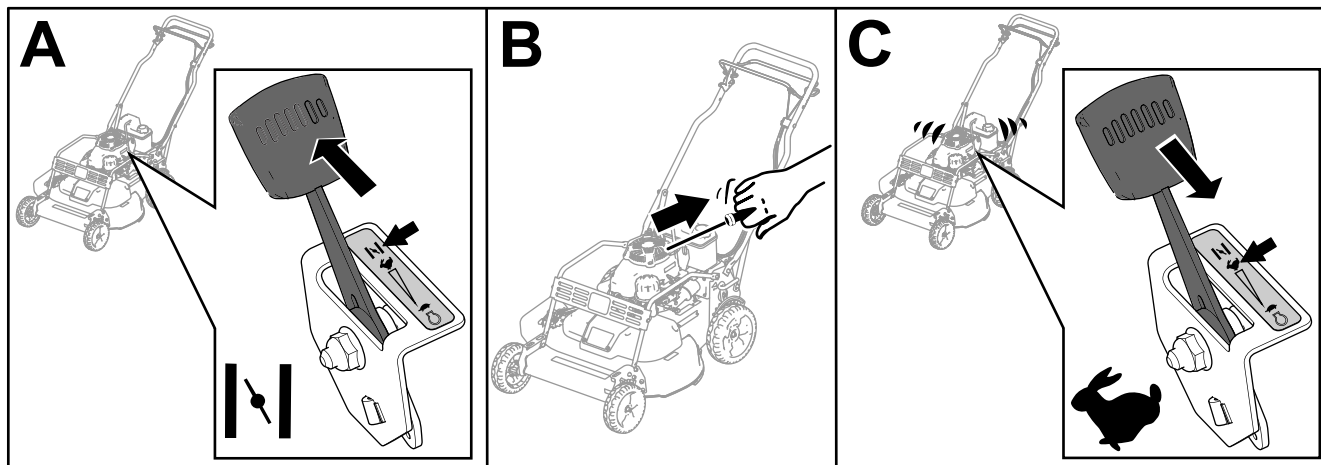

Figure 15
3. Réglez la commande d'accélérateur en position STARTER (A de la Figure 15).
4. Tirez légèrement sur la poignée du lanceur jusqu'à ce que vous sentiez une résistance, puis tirez vigoureusement (B de la Figure 15).
5. Amenez la commande d'accélérateur en position HAUT RÉGIME quand le moteur démarre (C de la Figure 15).